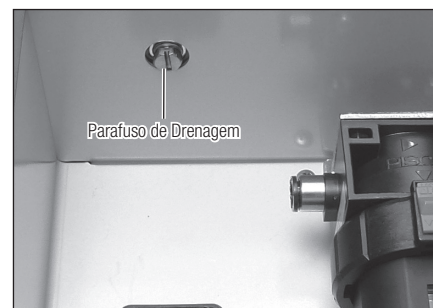

Fig. 3
- Antes do enchimento com óleo de manutenção, certifique-se de que o parafuso de drenagem na parte inferior da unidade está bem apertado. Caso contrário, podem ocorrer fugas de óleo (Fig. 3).